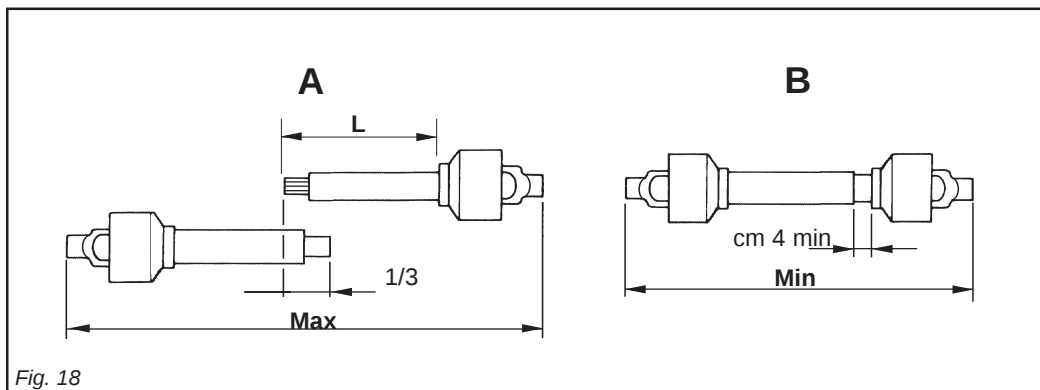

Fig. 18
- Quando è sfilato al massimo, in ogni condizione di lavoro i tubi telescopici devono sovrapporsi per almeno 1/3 della loro lunghezza (A Fig. 18).
- Quando è inserito al massimo il gioco minimo deve essere di 4 cm (B Fig. 18).
- When is withdrawn to the maximum, in every working condition, the tubes must overlap for at least 1/3 of their length (A Fig. 18).
- When it is fully inserted, the minimum play must be 4 cm (B Fig. 18).
- Când este scos la maxim, în orice condiție de lucru, tuburile telescopice trebuie să se suprapună cel puțin 1/3 din lungimea lor (A Fig. 18).
- Când este introdus la maxim, jocul minim trebuie să fie de 4 cm (B Fig. 18).